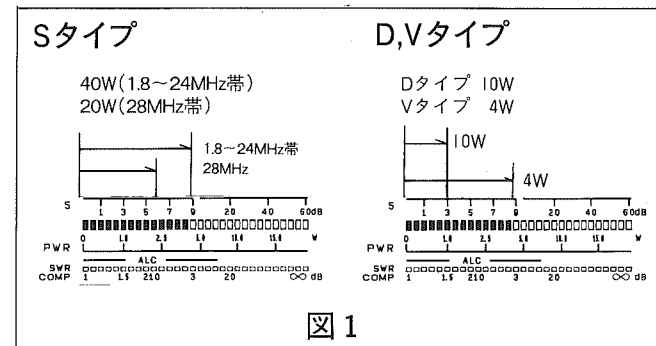

図1
- 7 CARつまみを回してPOWERメーターの振れを図1のようにセットします。